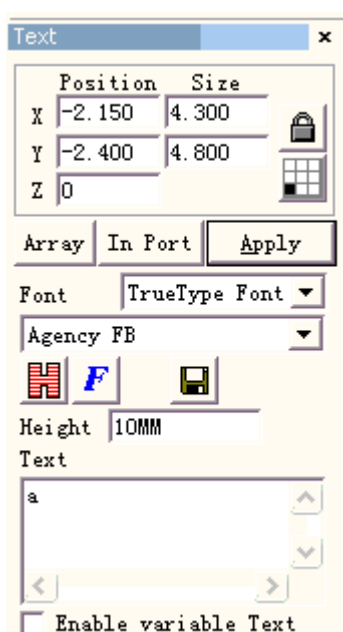

Рис.8-5-1. Ввод буквы «а».
**1 этап:** начертите букву «а» в рабочем пространстве. Установите значение 0 по координате Z и нажмите кнопку «**Применить**». Нажмите кнопку «**put to origin**» (поместить в исходное положение) на панели инструментов, чтобы поместить букву «а» в центре рабочего пространства, как показано на Рис. 8-5-1: